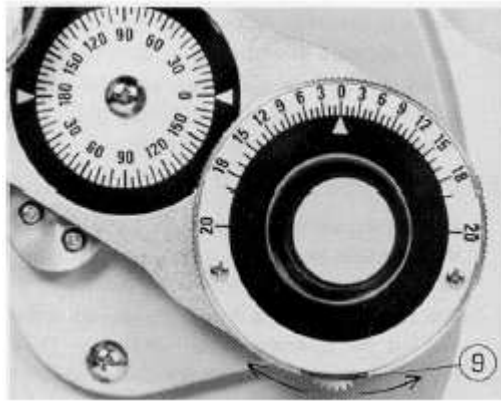

Рис.15
Чтобы изменить увеличение призмы, поверните ручку призмы (9) Рис.15.
На Рис.15 показано положение при увеличении 0. Рисунок показывает призму в положении 3 В.1.